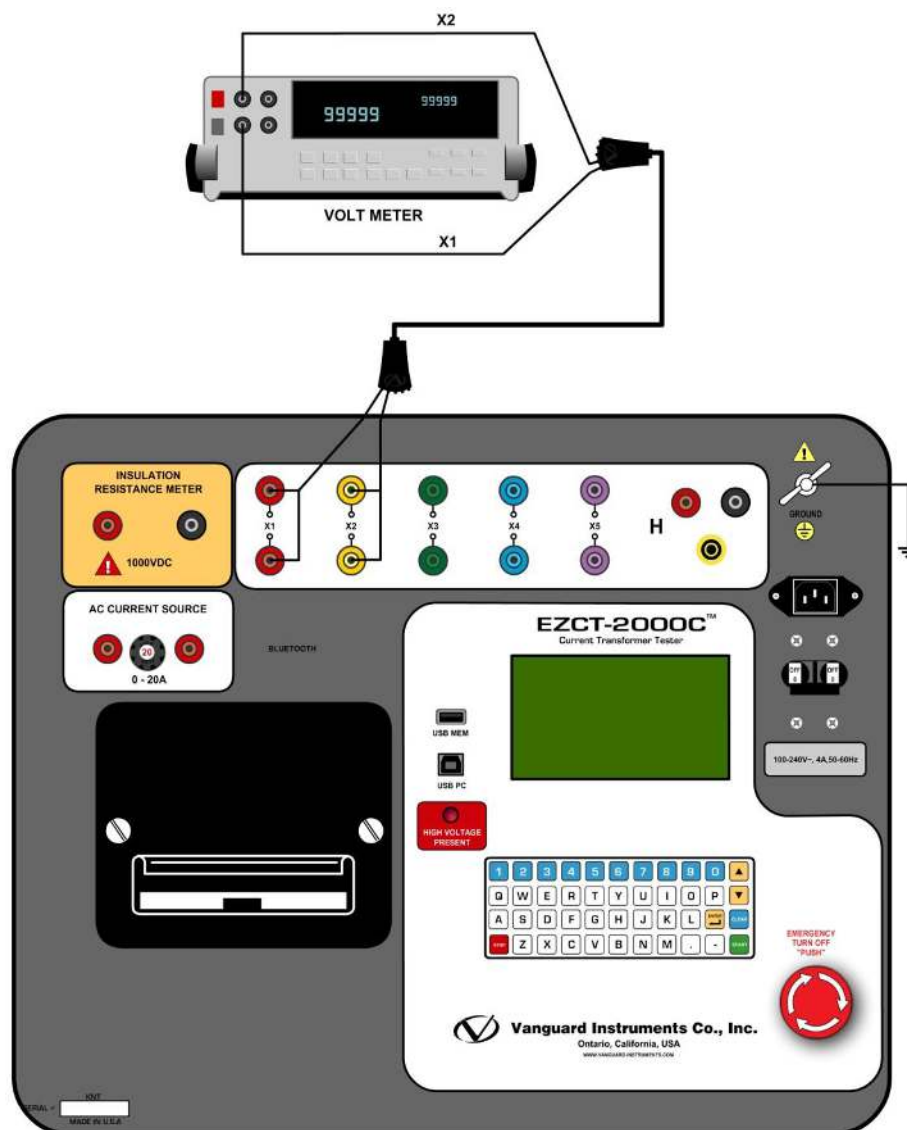

Figura. 26 Conexões de teste de verificação EZCT-2000C V_x
- Conecte os cabos X a um voltímetro RMS, conforme mostrado na Figura. 26.